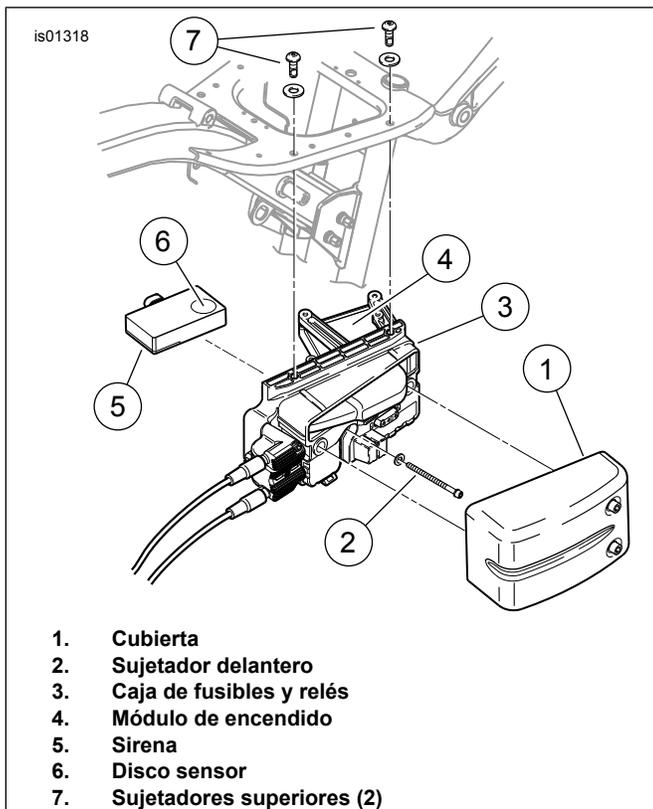

Figura 20. Instalación de la sirena en la caja de fusibles y relés (modelos Dyna)
1. Vea Figura 20. Firmemente sujete ambos lados de la cubierta de la caja de fusibles y relés (1) y extráigala.
2. Extraiga el tornillo y la arandela (2) delanteros de la caja de fusibles y relés. Extraiga los dos tornillos superiores y las arandelas (7) de la caja de fusibles y relés.